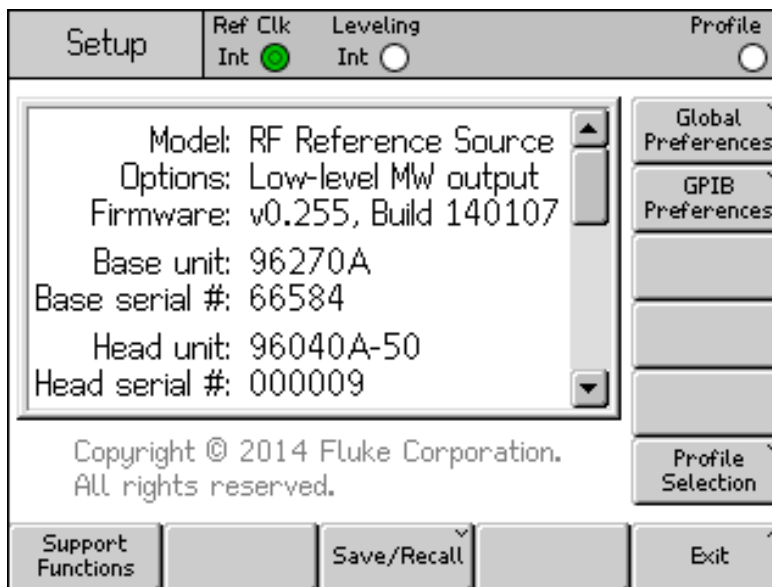

Figure 3-19. Ecran Instrument Setup
1. Appuyez sur **SETUP** pour afficher l'écran Instrument Setup (Configuration de l'Instrument). Voir la Figure 3-19.
4. Appuyez sur la touche de fonction Back (Retour) pour enregistrer les paramètres de préférences générales et revenir à l'écran Instrument Setup, illustré sur la Figure 3-19.